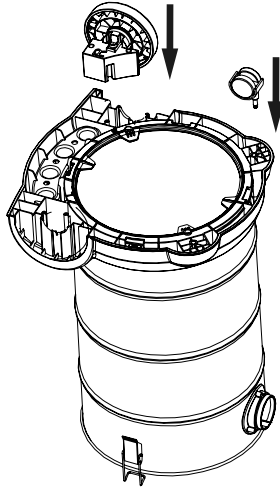

Fig. 5 – Instalação das rodas
- Primeiro encaixe as rodas grandes no corpo do aspirador. Para facilitar a montagem, na parte inferior do aspirador são gravadas no lado direito a letra R (right) e do lado esquerdo a letra L (left). Em cada base da roda está gravada uma letra R ou L. Para montar corretamente as bases das rodas no aspirador, monte a base da roda R no lado R do aspirador, conforme Fig. 5. Da mesma forma a base da roda L deve ser montada do lado L do aspirador. Após montar as bases das rodas no aspirador, fixe-as com os parafusos phillips que acompanham o aspirador (2 parafusos 3,9 x 25 mm para cada base da roda). Após montadas as rodas grandes, instale as rodas pequenas encaixando-as na base do aspirador;